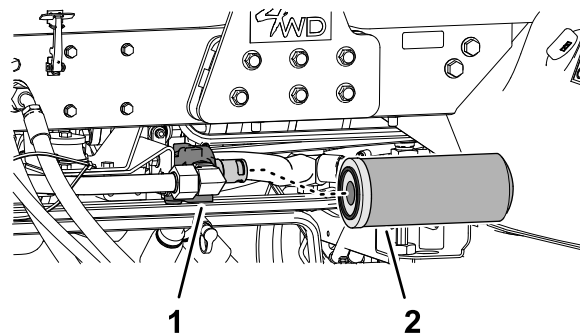

Рисунок 164
1. Очистите поверхность вокруг фильтра линии возврата и головки фильтра (Рисунок 164).